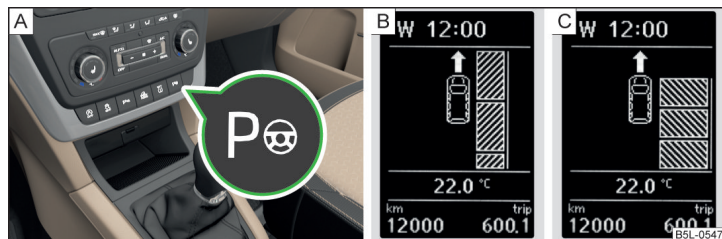

Fig. 134 Tecla de sistema / indicador de pantalla
Con el sistema activado, se enciende en la tecla el testigo  » fig. 134 de la página 154 - .
- Pulse **un vez** la tecla de símbolo  » fig. 134.
En la pantalla se muestra lo siguiente » fig. 134 - .
- Pulse **dos veces** la tecla de símbolo  » fig. 134.
- Pulse **un vez** la tecla de símbolo » fig. 134 de la página 154.